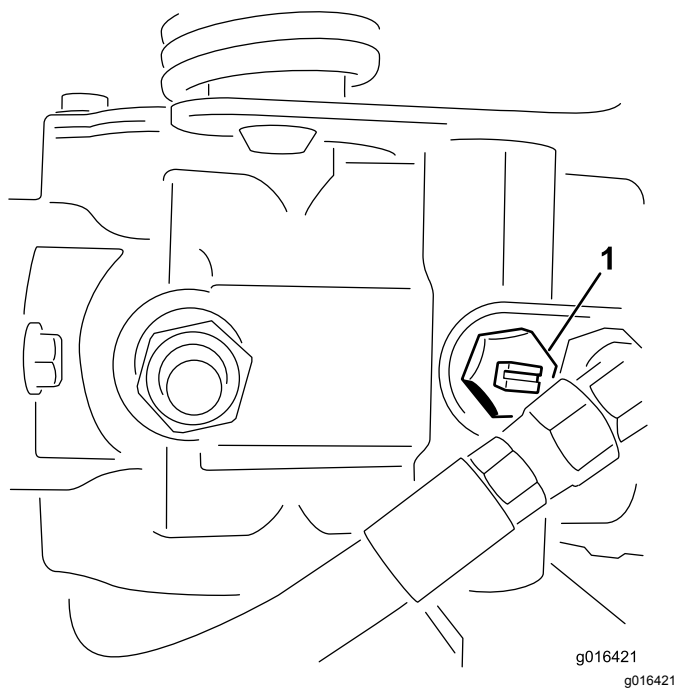

Figure 27
1. Localisez la vanne de dérivation sur la pompe et tournez-la de 2 tours complets dans le sens antihoraire (Figure 27).
2. Avant de mettre le moteur en marche, tournez la vanne de dérivation de 2 tours complets dans le sens horaire pour la fermer (Figure 27).